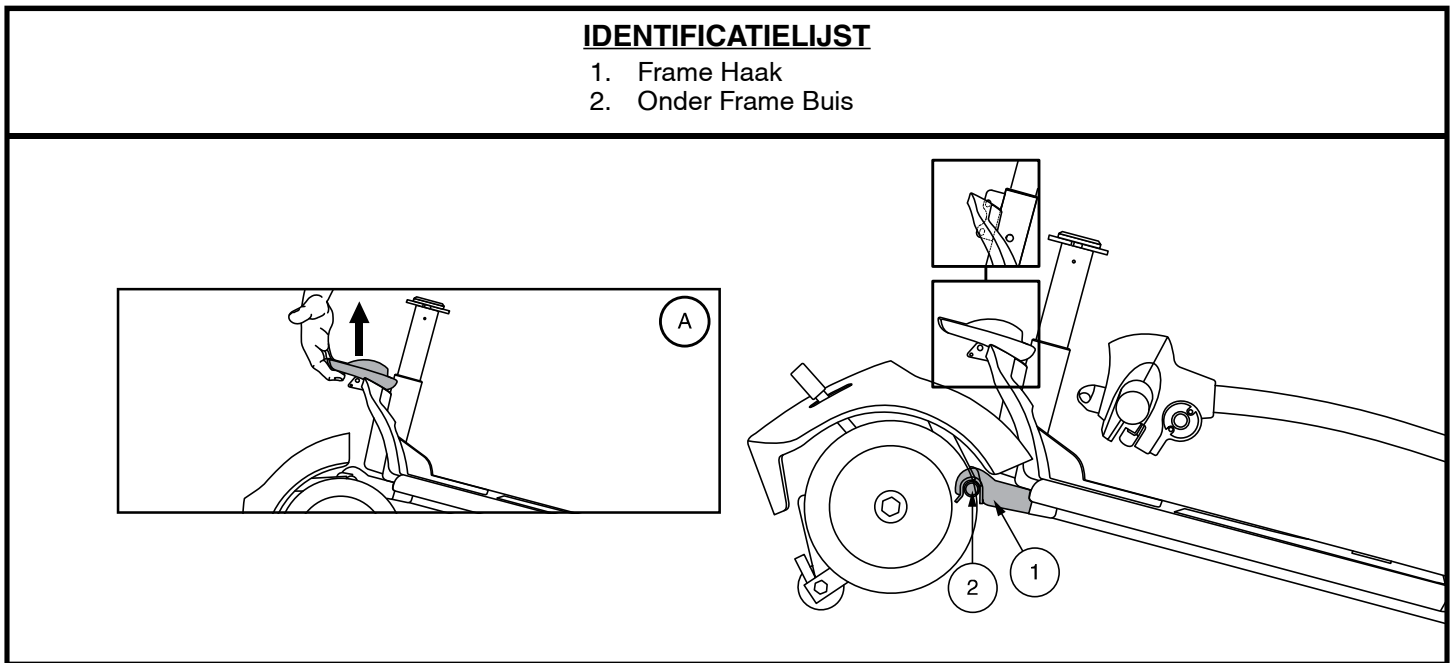

Figuur 17. Stuurkolom
1. Verwijder de sleutel uit de sleutelschakelaar en vergrendel de stuurkolom vervolgens in de rechte stand door de stuurkolomvergrendelingsknop in te drukken en 90° rechtop te draaien. **Zie figuur 17.** Het voorwiel moet naar voren wijzen om de helmstok te vergrendelen.
6. Ontgrendel het voorwiel door de stuur vergrendelknop met 90° tegen de klok in te draaien. **Zie figuur 17.**